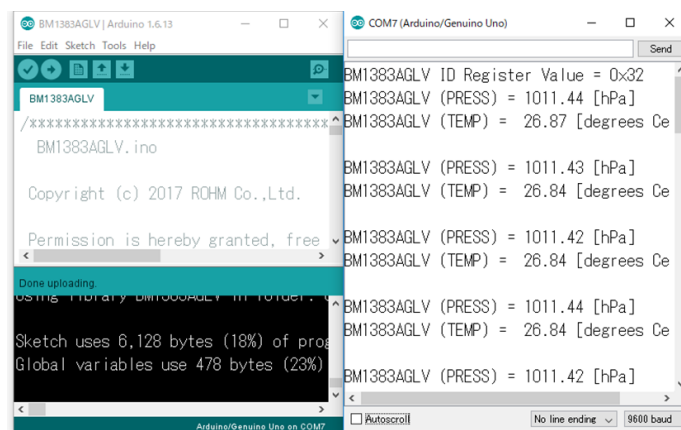

Figure 6. Serial Monitor 画面
5. Serial Monitor のログを確認 (Figure 6)